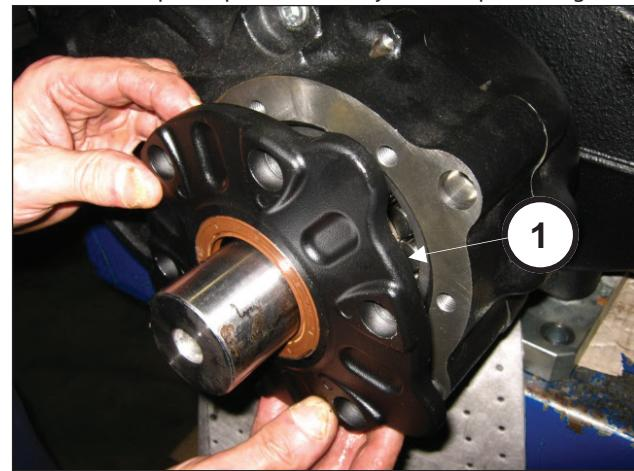

Fig. 93
Introducir la tapa del piñón en su alojamiento (pos. ①, Fig. 93).